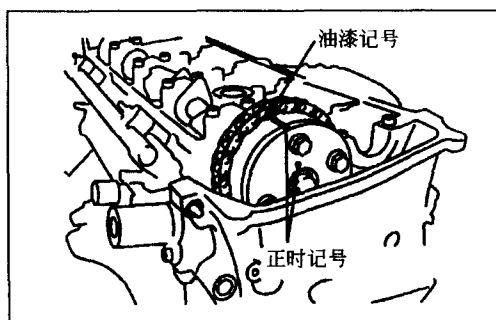

图 1-17
(15) 把正时链装到正时链轮上, 并使油漆记号对上正时链轮的正时记号, 如图 1-17 所示。